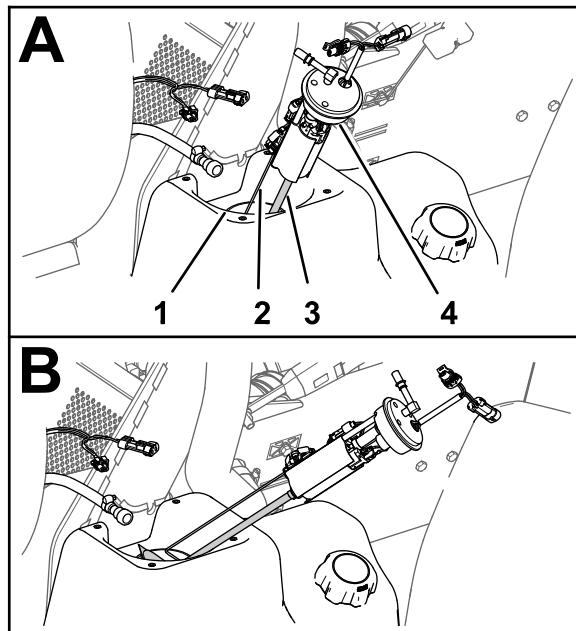
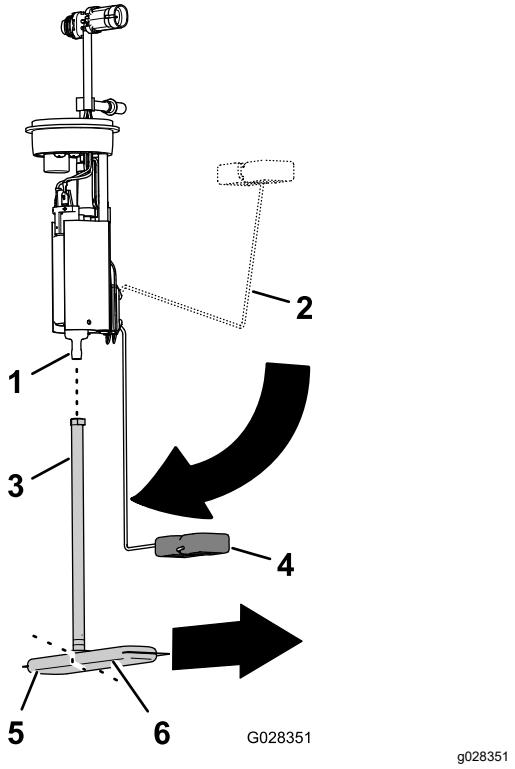

Figure 75
Figure 76
4. Soulevez et tournez avec précaution la pompe à carburant/transmetteur pour l'extraire du goulot du réservoir de carburant (Figure 75).
- Détachez le tube d'aspiration du filtre à carburant du raccord de la pompe à carburant (Figure 76).
- Alignez le tube d'aspiration du filtre à carburant de rechange et le raccord de la pompe à carburant (Figure 76).
- Alignez la longue patte du filtre à carburant sur le flotteur quand le bras du flotteur est à la position réservoir vide (Figure 76).
- Insérez le raccord de la pompe à carburant dans le tube d'aspiration jusqu'à ce que le raccord soit parfaitement engagé (Figure 76).
- Soutenez le bras du flotteur et le tube d'aspiration ensemble, et glissez le flotteur et le filtre à carburant dans l'ouverture du réservoir de carburant (Figure 75).
- Insérez la pompe à carburant/transmetteur dans le goulot du réservoir (Figure 75 et Figure 76).
- Placez le joint et l'écrou par dessus la pompe à carburant/transmetteur et sur le goulot du réservoir de carburant, puis serrez l'écrou à la main (Figure 75).
- Branchez le raccord du flexible de carburant sur le raccord de la pompe à carburant (Figure 75).
- Rebranchez le connecteur à 2 douilles du faisceau de la machine sur le connecteur à 2 broches de la pompe à carburant/transmetteur ; rebranchez le connecteur à 2 broches du faisceau de la machine sur le connecteur à 2 douilles de la pompe à carburant/transmetteur (Figure 75).